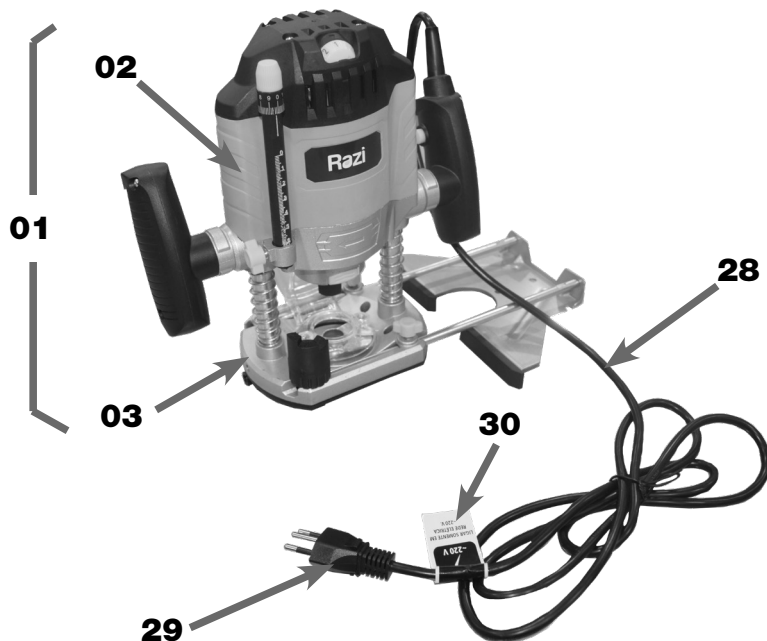

FIGURA 01 – Tupia de Coluna
Em caso de EMERGÊNCIA, DESLIGAR rapidamente o Interruptor Liga/Desliga (05) e DESCONECTAR o Plugue de Alimentação (29) da tomada (figura 01);
A **TUPIA DE COLUNA** da **Razi** foi desenvolvida pelos critérios de qualidade, segurança, modernidade e tecnologia, a fim de atender as necessidades do usuário, em conformidade com as normas técnicas aplicáveis (figura 01).
A Tupia de Coluna (01) é composta basicamente pela Carcaça (02) e a Base (03) (figura 01).